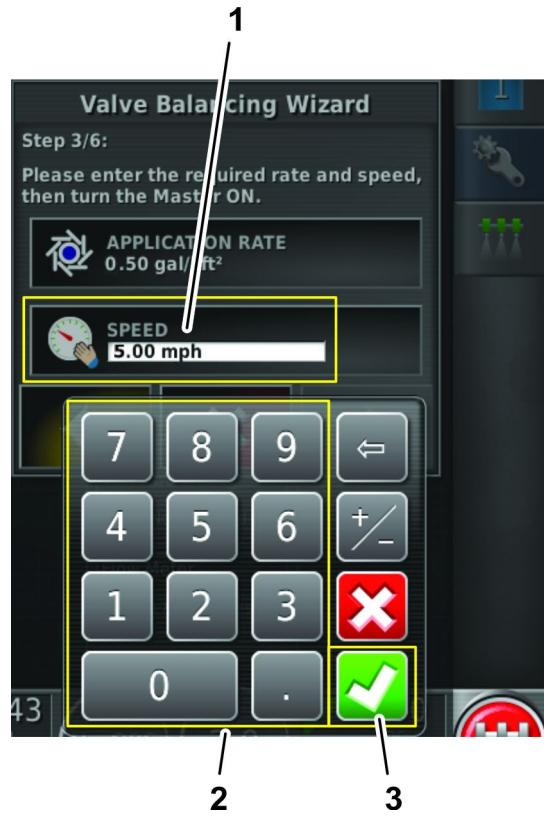

Bild 51
- Geben Sie die Fahrgeschwindigkeit, mit der Sie sprühen, mit der numerischen Bildschirmtastatur ein und tippen Sie auf das Bestätigen-Symbol (Bild 51).